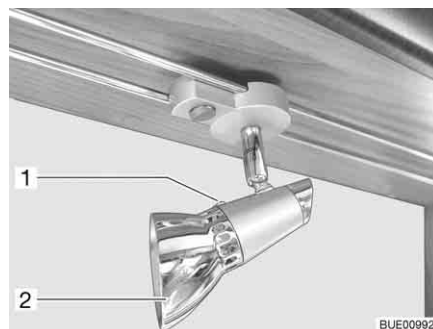

Bild 269 Halogenspotleuchte (verschiebbar)
- Befestigungsschraube (Bild 269,1) lösen.
- Lampenschirm (Bild 269,2) abnehmen.